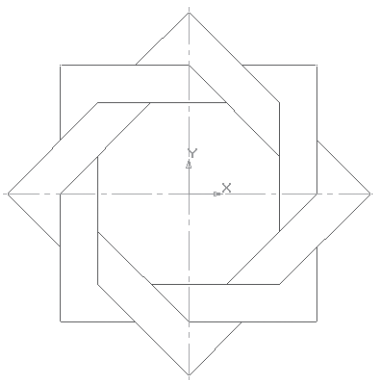

Рис. 82
- аналогично удалению отрезка. Подведите курсор к окружности и щелкните ЛКМ (окружность стала зеленого цвета с черными маркерами) и нажмите **<Delete >** (рис. 82).
Рассмотрим заливку отдельных областей чертежа на примере орнамента, построенного в §12 рис. 82: